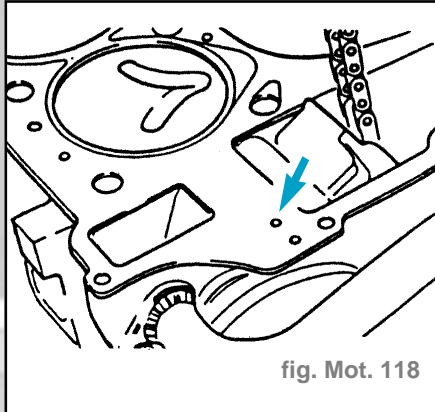

fig. Mot. 118
- Joint de culasse (fig. Mot. 118).
Remarque : Si un ou plusieurs cylindres devaient dépasser de plus de **0,81 mm**, il faut utiliser un joint de culasse avec trois trous (fig. Mot. 118).